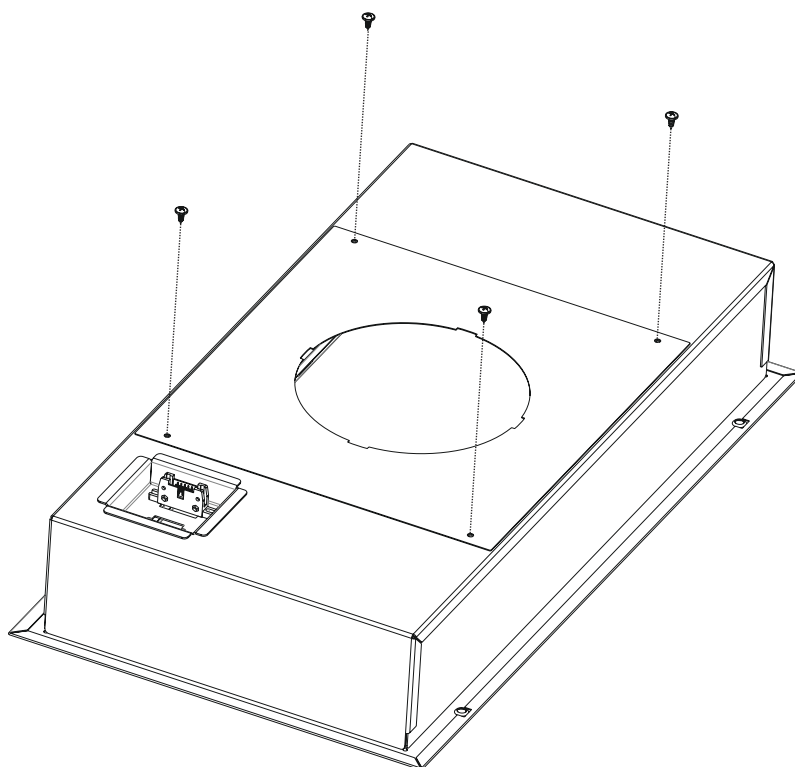

Fig. 20
8. ► Använd adapterplattan med ett runt hål och tillslut fläktens öppna sida genom att skruva fast plattan med 4 skruvar. (Fig. 20).